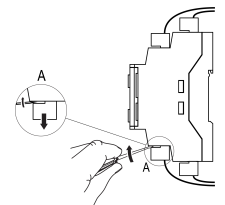

Рисунок 3 – Отсоединение съемных частей клемм
2. Отделить от прибора съемные части каждой из клемм вместе с подключаемыми внешними линиями связи с помощью отвертки или другого подходящего инструмента (см. рисунок 3).